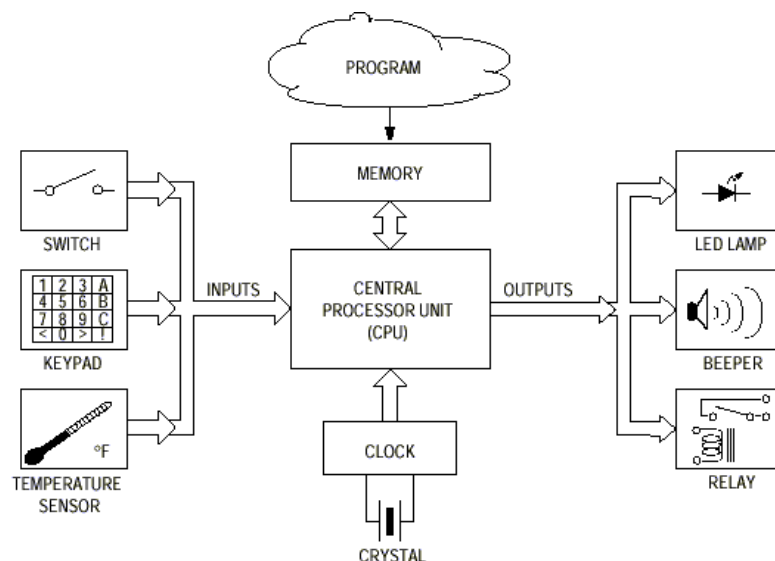

Figura 1-1. – Vista general de un sistema de computación.
La figura 1-1 es una visión de alto nivel de un **sistema de computadora**. Simplemente cambiando el tipo de dispositivos de entrada y salida ésta puede ser la vista de una **computadora personal (PC)**, una **mainframe**, o un simple **microcontrolador (MCU)**. Los dispositivos de entrada y salida (**I/O**) presentados en la figura aparecen como típicos dispositivos de I/O encontrados en un sistema de computadora con microcontrolador.